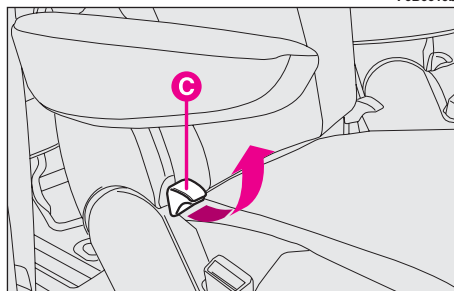
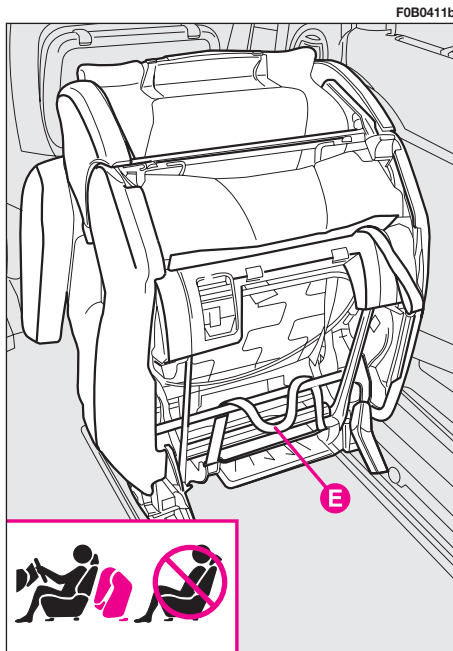

fig. 33
fig. 36
REGULACIÓN DEL RESPALDO RECLINABLE fig. 33
Para aprovechar la superficie de apoyo del respaldo de los asientos laterales (posición “mesita”), intervenga en la palanca de desenganche **C**-fig. 33 y acompañe el respaldo hasta el asiento.
Intervenga en la palanca de desenganche **C-fig. 33** y acompañe el respaldo hasta obtener la posición “mesita”; continúe girando con el asiento plegado hasta obtener la configuración “cartera” ilustrada en la **fig. 36**.
Con el asiento de la segunda fila plegado en la posición “cartera”, no está permitido transportar pasajeros en los asientos de la tercera fila, tal como se indica en las tarjetas fig. 36 ubicadas en los mismos asientos con el fin de evitar cualquier contacto con los mecanismos del asiento plegado.
Levante la palanca **C-fig. 33** desde el exterior e incline completamente el asiento hacia adelante.
- intervenga en la palanca de desenranche **C** - fig. 33 y acompañe el respaldo hasta la posición “mesita”; continúe girando acompañando el asiento plegado hasta la configuración “cartera” fig. 36;